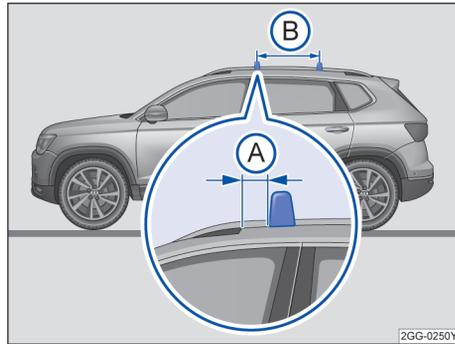

图 182 配备车顶行李架基架的汽车：行李架杆的固定点
行李架杆安装在车顶行李架基架上。同时前行李架杆与前车顶行李架脚→图 182 (A) 之间的距离为 3~6.5 cm。行李架杆的相互距离 (B) 应大约为 70~75 cm。
- 行李架杆只能安装在平行箭头→图 182 (B) 之间。